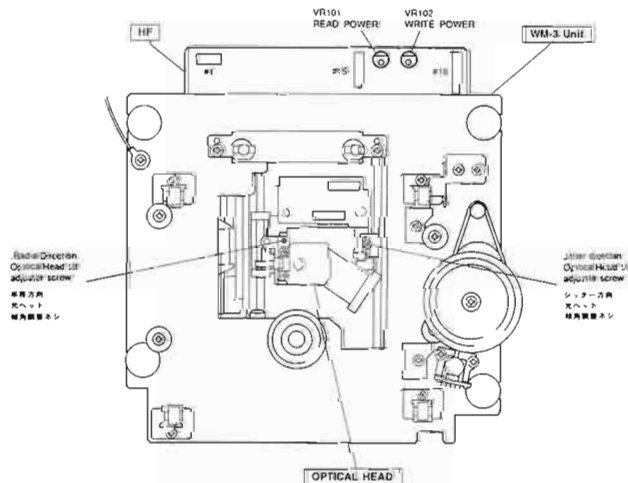

Fig. 2
- ② Place the TX913530 (8cm) test disc on the turntable and hold disc in place with depressor weight.
- ③ Select Mode 3 (ref. page 14).
- ④ It is not required to adjust tilt angle if waveform at TP302 is similar to Waveform Photo 2 or 3. If waveform is similar to Waveform Photo 4 or 5, adjust the optical head jitter and radial direction (ref. fig. 2).
- ②テストディスクTX913530(8cm)をセットしてディスク装着用重りで固定する。
- ③MODE 3にする。
- ④TP302(TP 2)の波形が写真4や5のような場合は、光ヘッドのジッタ方向と半径方向の調整ネジを回して調整する。写真2や3の波形の場合は調整不要。(Fig. 2)
- ③ Fig. 2 の様にサーボシートにフィルターとACボルトメーター (2ch) を接続する。
- ④ MODE 5 にする。